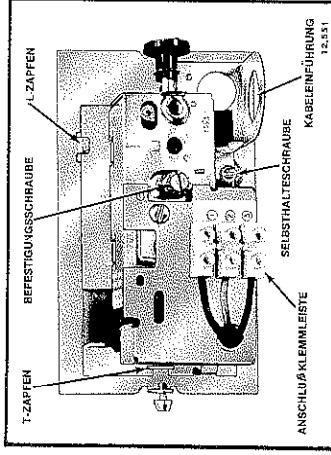

BILD 2 - DECKEL ABGENOMMEN.
4. Reglerehäuse unter die Zapfen der Montageplatte schieben und Selbstschraube festziehen (siehe Bild 2).